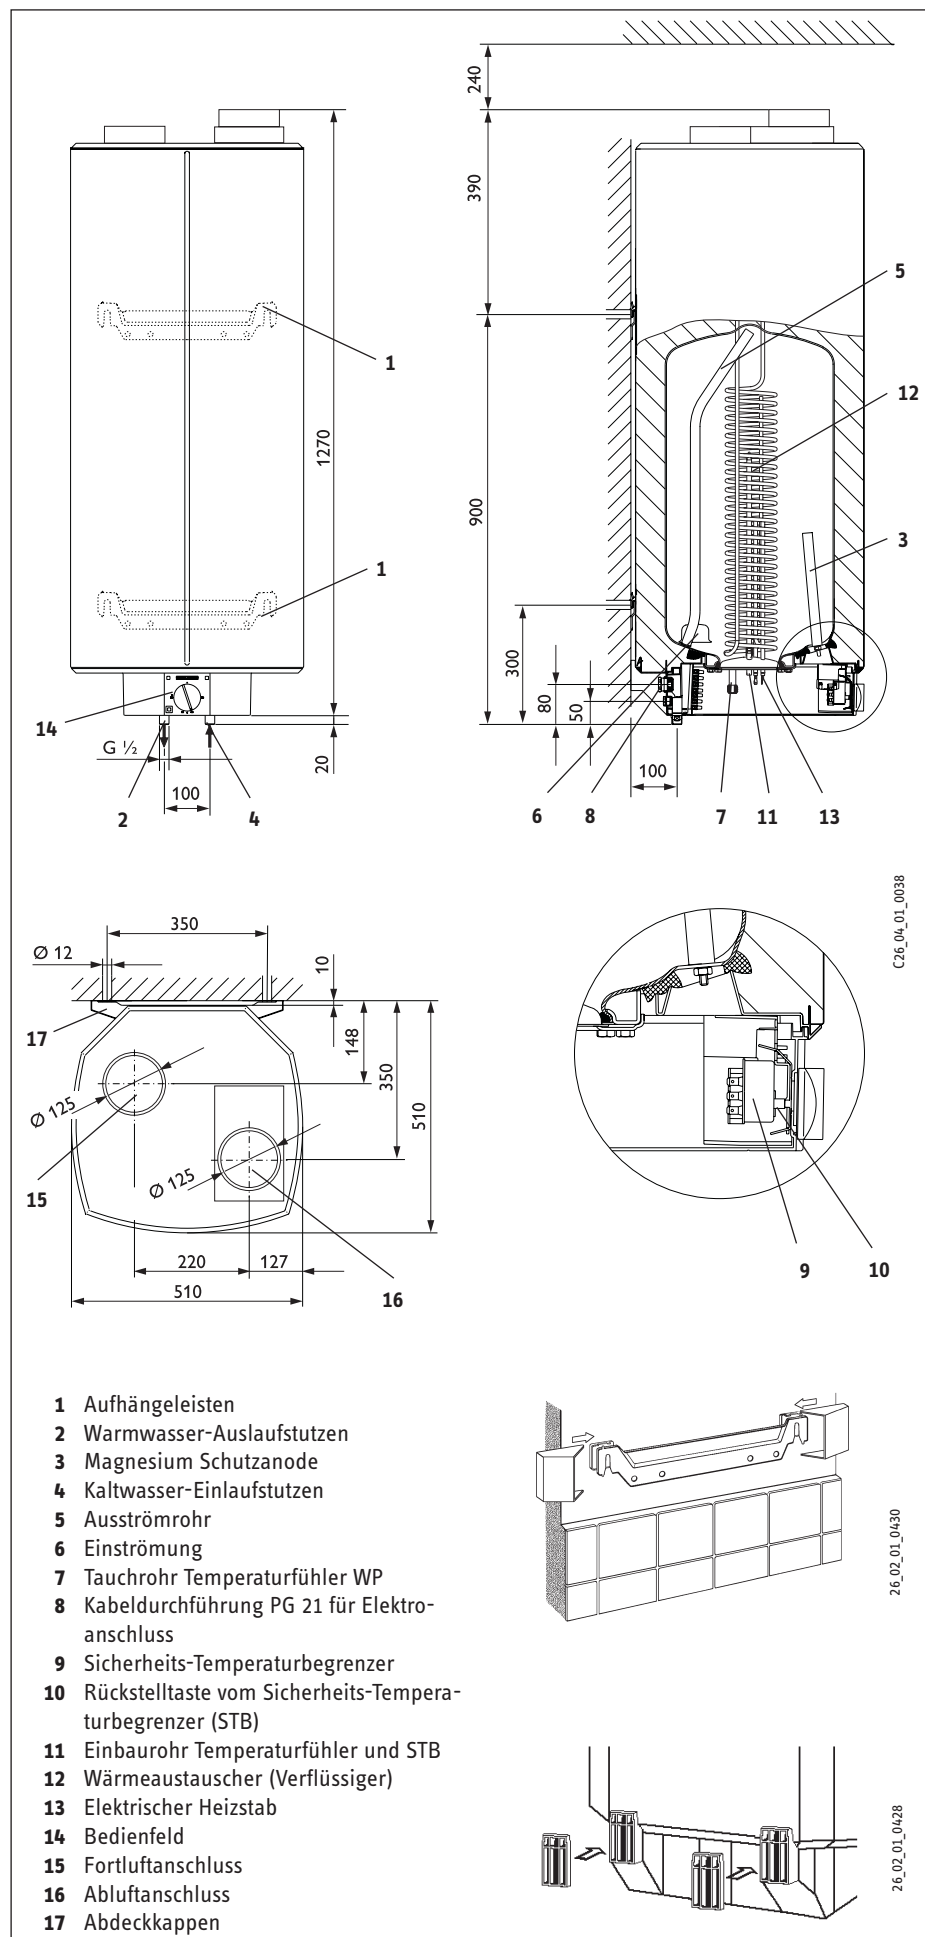

Abb. 4
- Halten Sie die Mindestabstände ein. Abb. 4
1. Nachdem Sie die Bedingungen am Installationsort geprüft haben, befestigen Sie die zwei Aufhängeleisten an der vorgesehenen Wand. Abb. 4.
4. Heben Sie das Gerät mit zwei Personen von der Palette und hängen Sie es in die Aufhängeleisten. Abb. 4.
- Bei Temperaturen unter - 15 °C (z. B. Transport/Lager) kann der Sicherheits-Temperaturbegrenzer auslösen, Rückstellaste eindrücken. (Abb. 4, Pos. 10)